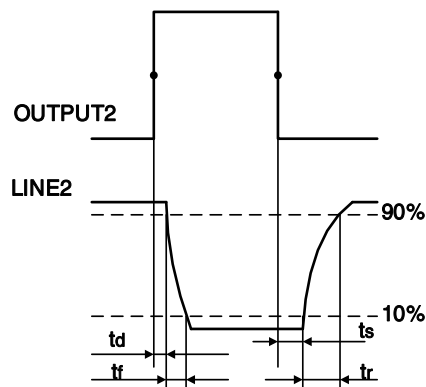

图 7-26 Line2 输出电路参数
- 上升沿延时= t_r+t_d : $<20\mu s$ ($0^{\circ}C\sim 45^{\circ}C$), 参数说明见图 7-26
- 下降沿延时= t_s+t_f : $<20\mu s$ ($0^{\circ}C\sim 45^{\circ}C$), 参数说明见图 7-26